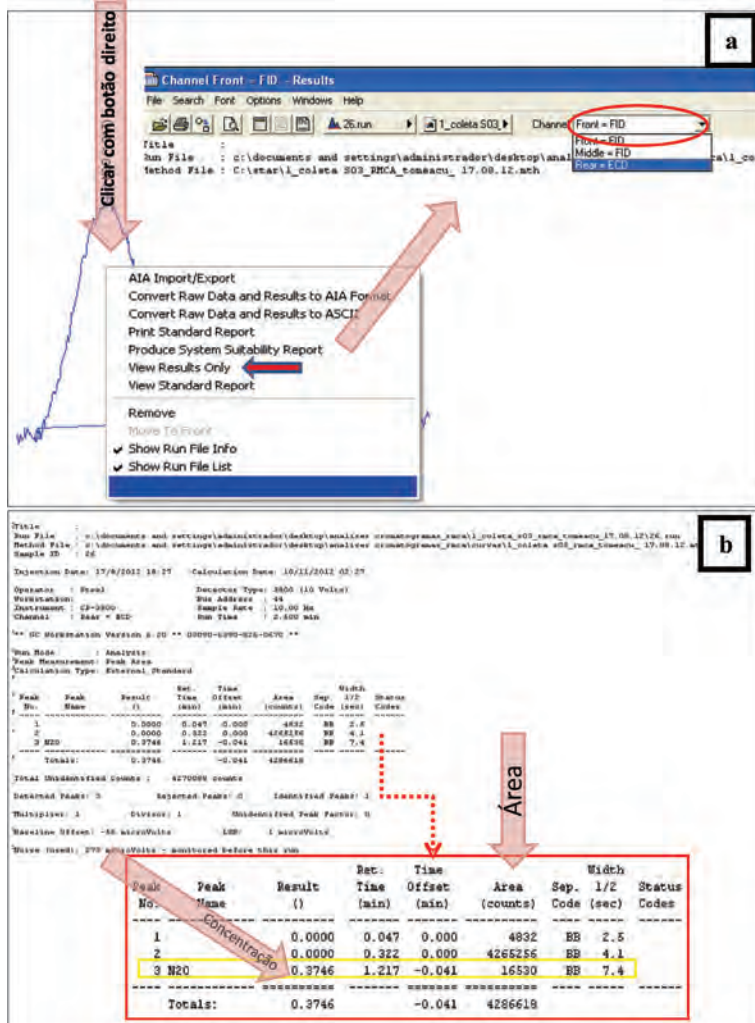

Figura 37. a) Comandos para abrir a view de resultados; b) Relatório de resultado analítico da amostra.
- Clicar no centro do cromatograma com o botão direito do mouse → **View Results Only** → **Channel Front-Fid Results**; escolher o canal de identificação – detector (**Front; Middle; Rear**) em **Channel**. Anotar em uma planilha a área (mvolts sec^{-1}) do pico e a concentração do analito (ppm) observada no relatório de análise (Figura 37).